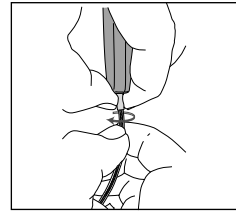

Fig. 7
6. Vrid den yttre teflonkabeln från den svängbara kontakten på satellitens undersida. Placera sviveln i ena handen mellan tummen och pekfingeret och den yttre teflonkabeln i den andra handen mellan tummen och pekfingeret och skruva loss (moturs) den yttre kabeln från svivelanslutningen (**se fig. 7**). Dra ut den inre kabeln utåt genom sviveln.